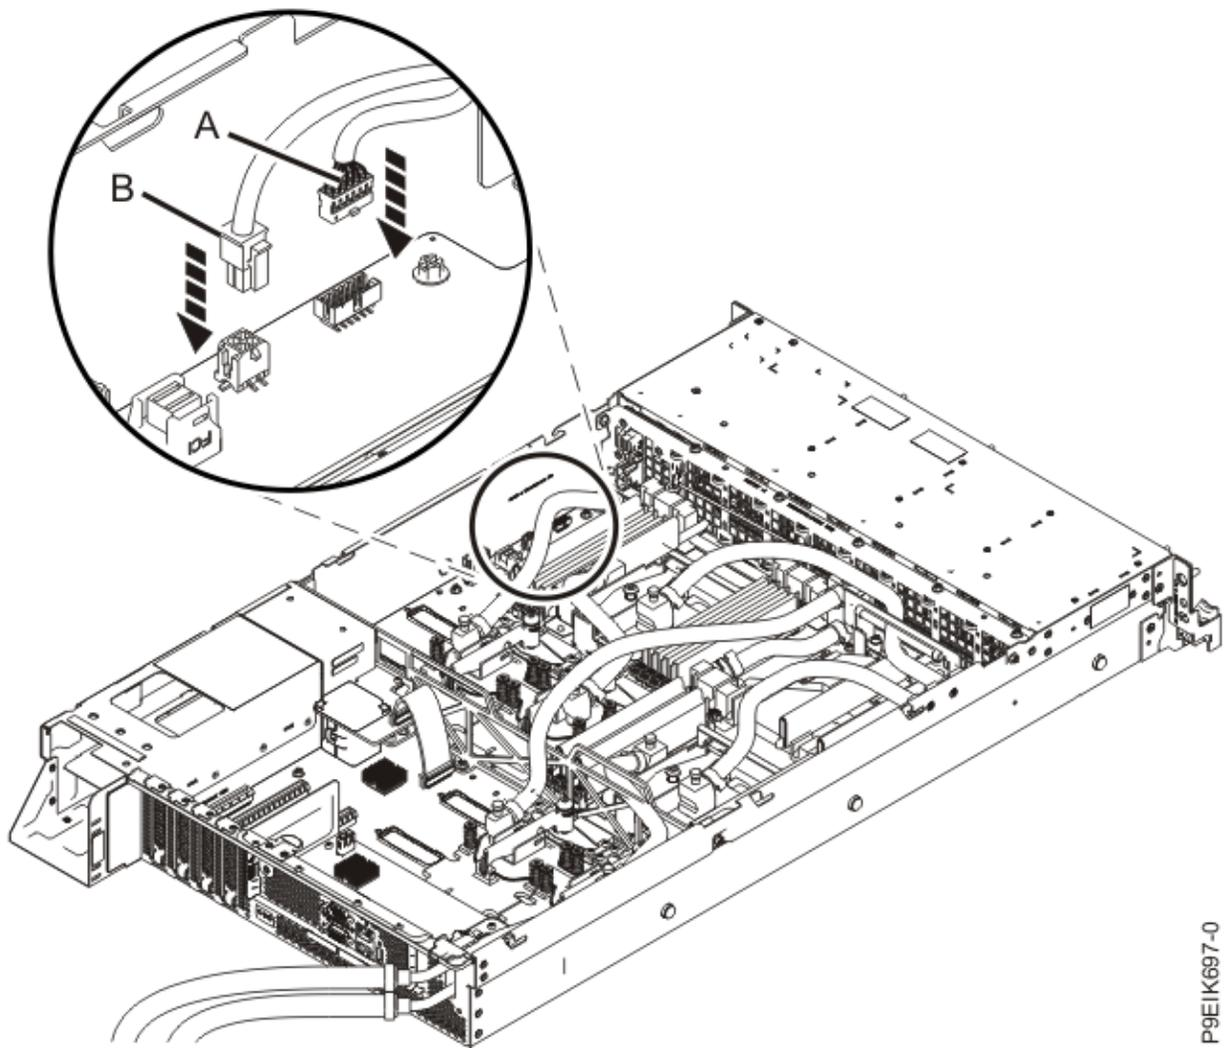

図 111. ケーブルの接続
- ラベルを確認して、USB ケーブル **(A)** と 電源スイッチおよびケーブル **(B)** をシステム・バックプレーンに接続します (127 ページの図 111 を参照)。